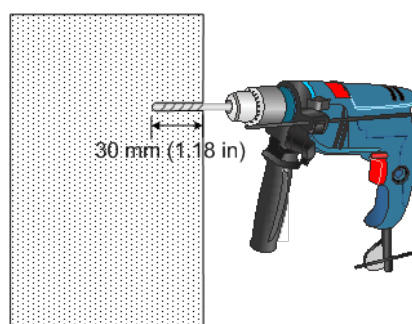

図 3-4 壁面の穴あけ
- 2) マーキングをした位置に、図 3-4 の通り直径 6mm/深さ 30mm の穴を空けてください。